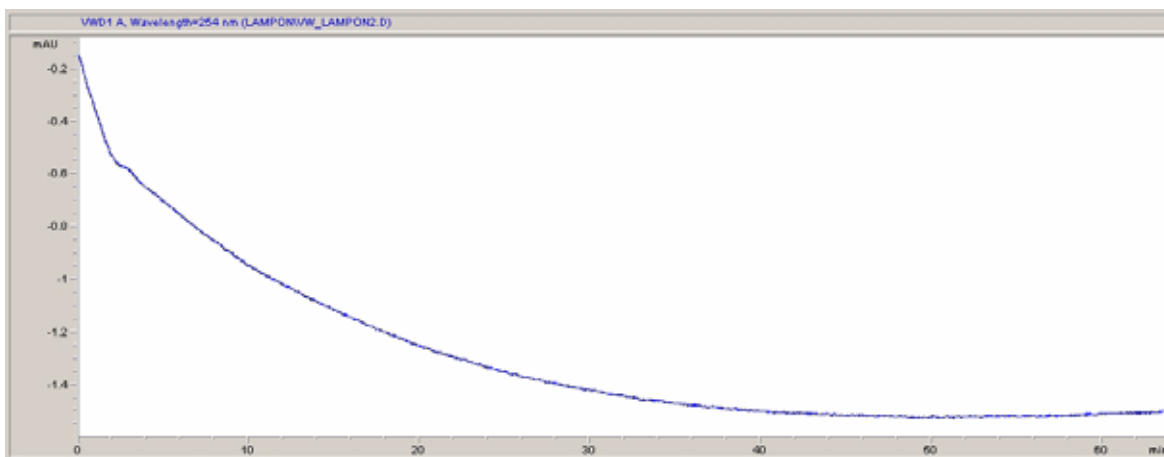

Figura 12 Stabilizzazione della linea di base
- 6 Attendere almeno 60 minuti affinché il rivelatore si riscaldi e fornisca una linea di base più stabile (esempio: Figura 12 a pagina 51).